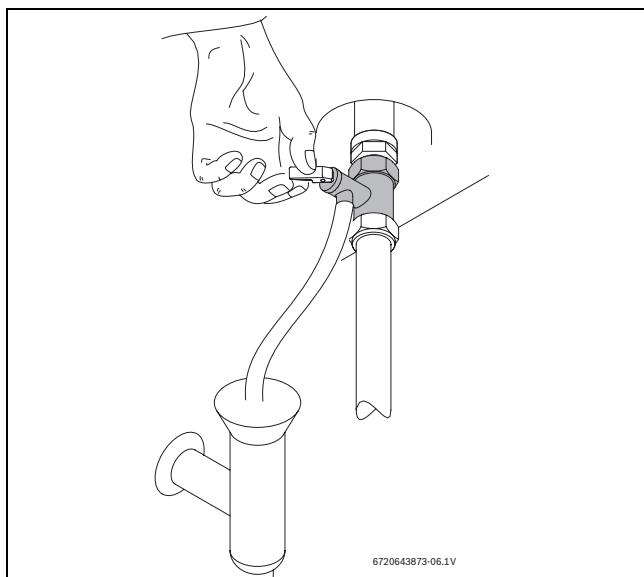

Fig. 9 Accionamento manual da válvula de segurança
- Abrir a válvula de segurança (→ Fig. 9).
- Abrir manualmente a válvula de segurança pelo menos uma vez por mês (→ Fig. 9).